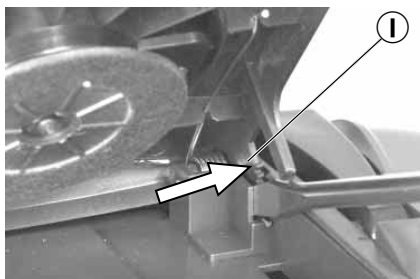
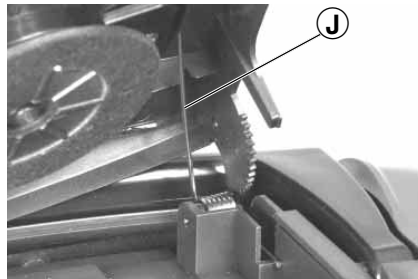

Fig. 6
Fig. 7
- Rechtes Deckelscharnier **I** mit einem Schraubendreher nach außen drücken (Fig. 6) und Deckel austragen (Fig. 7), achten Sie dabei auf die Deckelfeder **J**.
- Press the right hinge of the lid **I** outwards with a screwdriver (Fig. 6) and disengage the lid (Fig. 7); take care of the lid spring **J**.